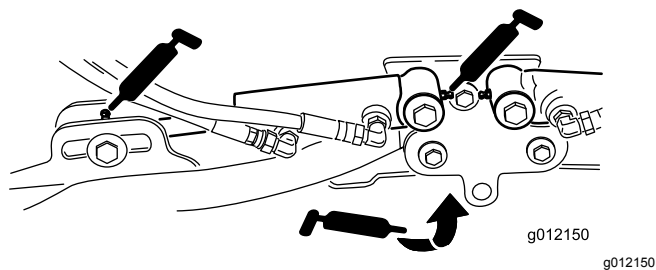

Figure 76
- Vérins des bras de levage des unités de coupe (x 2) (Figure 76)
- Pivots des bras de levage (x 1) (Figure 76)